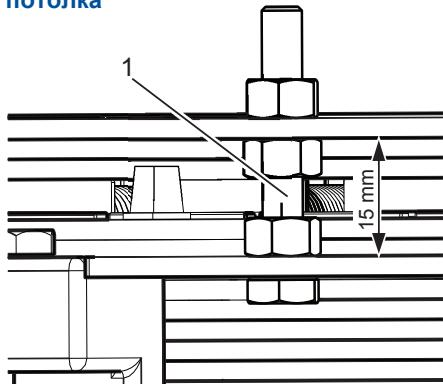
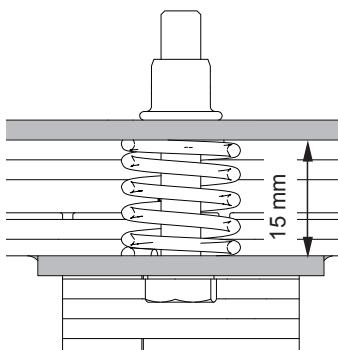

Рис. 106 Устройство регулировки высоты
Рис. 107 Устройство регулировки высоты
1. Установить пластину переходника для привода с помощью устройства регулировки высоты (6 шт.) (рис. 106/1 и рис. 107/1) примерно в 15 мм от привода.
4. Отрегулировать пластину переходника на приводе с помощью устройств регулировки высоты (рис. 106/1 и рис. 107/1) по периметру (6 шт.) привода таким образом, чтобы щетки створки на верхней стороне касались сегмента нижней части потолка.
3. Затянуть устройства регулировки высоты (6 шт.) (рис. 106/1 и рис. 107/1) по периметру привода с помощью гаек.